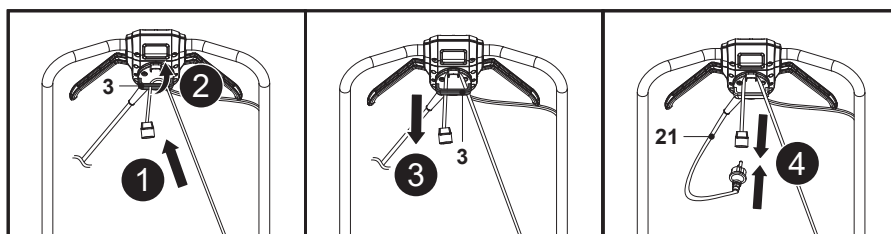

Fig. 8
1. Replier la rallonge à environ 30 cm de l'extrémité, faire passer la boucle dans le trou du support de câble (3) et accrocher la boucle sur le crochet (Fig. 8, étapes 1, 2).
2. Faire passer la rallonge sur le support de câble (3) et tirer doucement sur le cordon pour s'assurer qu'il est bien fixé (Fig. 8, étape 3).
3. Brancher le cordon d'alimentation (21) sur la prise de la rallonge (Fig. 8, étape 4).